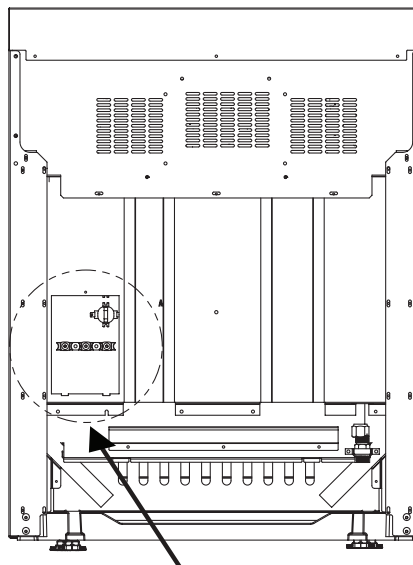
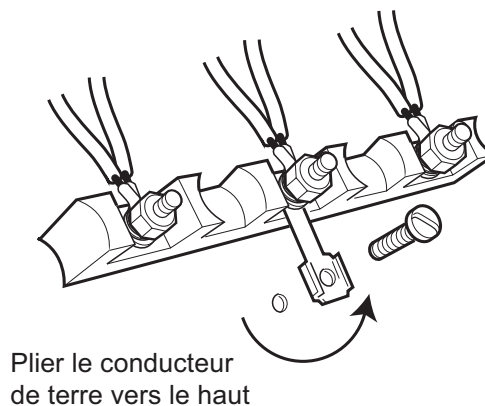

Figure 10 : Emplacement de la boîte de jonction pour les cuisinières de 30 et 36 po
Figure 14 : Conducteur de terre
- **CONNEXION PERMANENTE (BRANCHEMENT FIXE)** — Les appareils peuvent avoir un branchement fixe à l'alimentation. L'installateur doit fournir un conduit en aluminium flexible approuvé, format 3/4 po, d'une longueur minimale de 6 pi. Placez la boîte de jonction à l'arrière de l'appareil et enlevez le couvercle. Voir Figure 10. Enlevez la vis de retenue du conducteur de terre et pliez le conducteur de terre vers le haut. Voir Figure 14. Le conduit doit être installé sur la boîte de jonction à l'aide d'un connecteur de conduit approuvé.
2. Enlevez la vis du connecteur de terre et pliez le connecteur comme à la Figure 14.